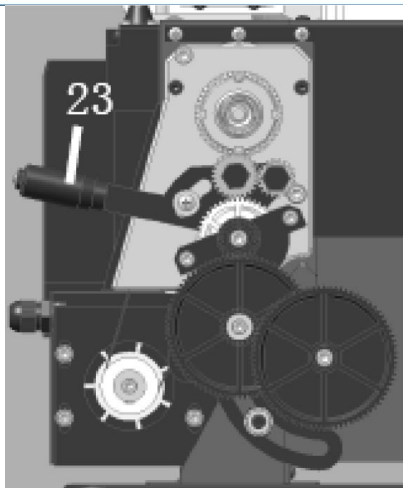

Рис.2
Зубчатый механизм, показанный на Рис. 2, передает вращение винту подачи. Винт подачи работает, как червяк, и во время эксплуатации рукоятки автоподачи (12), которая крепится гайкой к винту подачи, передает вращение суппорту, а затем режущему инструменту. Таким образом, подача передается для нарезания резьбы и обточки. Частота вращения винта подачи и скорость режущего инструмента определяется конфигурацией коробки передач. Подробно Вы можете почитать об этом в разделе «Резьбонарезание».